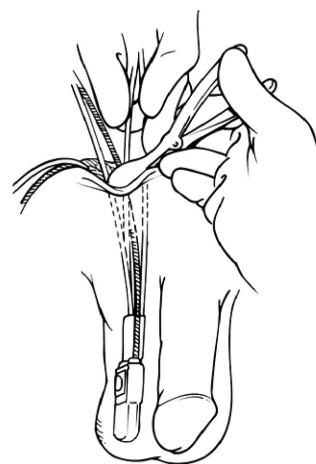

Figura 4-11. Colocar a bomba na bolsa
19. Coloque a bomba na bolsa escrotal com o botão de desativação virado para fora de modo a ser palpável. **(Figura 4-11)**